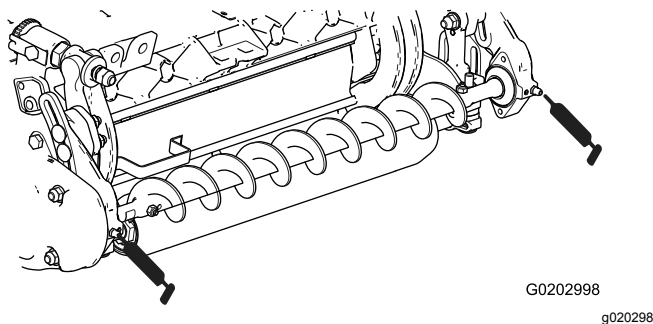

Figura 28
41. Lubrificate i raccordi d'ingrassaggio su ogni alloggiamento del cuscinetto della spazzola per rullo utilizzando grasso universale a base di litio n. 2 (Figura 28).